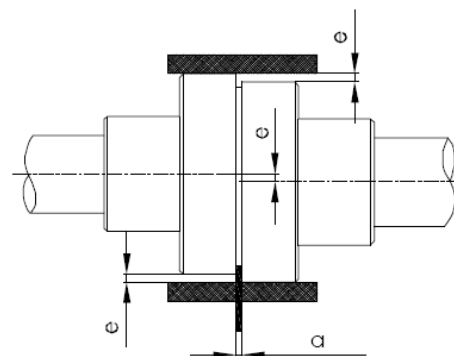

Fig. 3. Alineamiento del acoplamiento
- Para controlar el error de deslizamiento paralelo, la escuadra de acero se presiona en una mitad del acoplamiento en paralelo al eje. Se comprueba con la otra mitad. El borde recto debe tocar a los dos medios acoplamientos completamente igual en todos los puntos de cada plano vertical y horizontal (**Fig.3**).